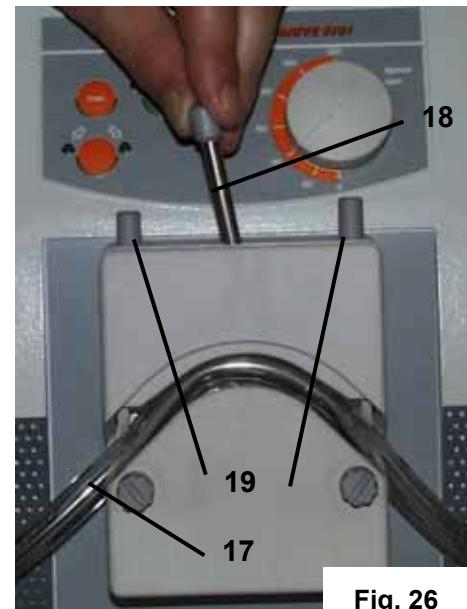

Fig. 26
3.3. SP quick (fig. 26)
- Ruotare la leva (18) verso sinistra aprendo così l'alloggiamento tubo.
- Ruotare a sinistra entrambe le viti di fissaggio (19) fino alla battuta.
- Inserire il tubo (17) nell'apertura falciforme della testa della pompa.
- Ruotare la leva (18) verso destra chiudendo così l'alloggiamento tubo.
- Per regolare l'arresto del tubo fermare il motore della pompa e ad alloggiamento tubo aperto aumentare la presa sul tubo ruotando a destra entrambe le viti di arresto (19). Chiudere l'alloggiamento tubo e verificare la regolazione con un azionamento di prova. Se necessario ripetere l'operazione più volte.